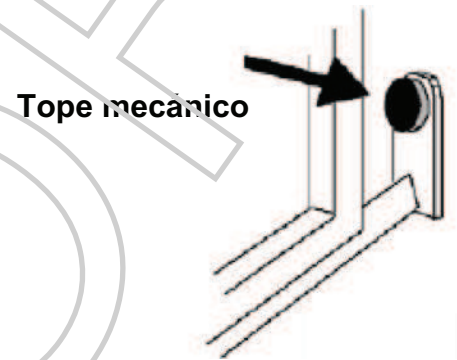
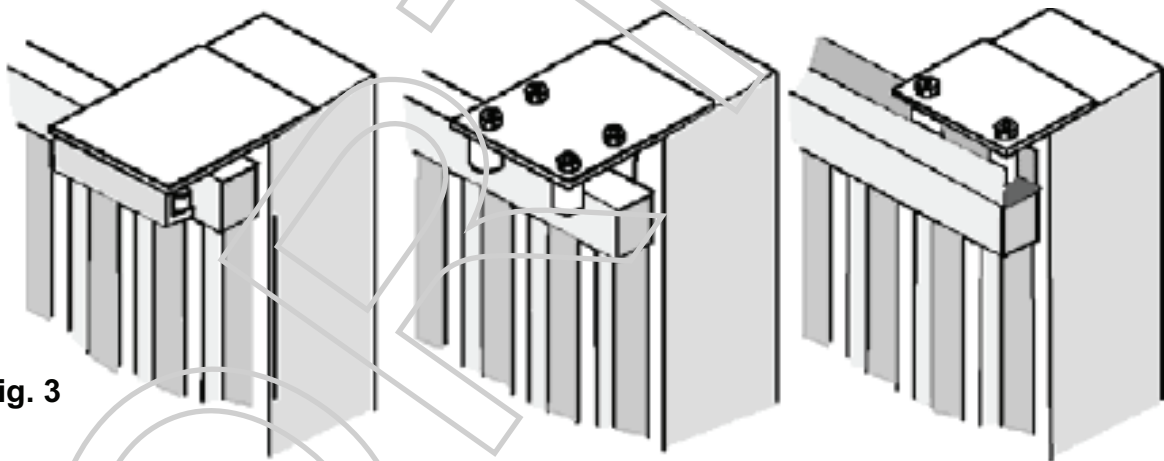

Fig. 2
Fig. 3
- Antes de proceder al montaje del automatismo controlar el buen funcionamiento de la cancela. Asimismo es conveniente verificar que la guía de desplazamiento a tierra ( **Fig. 1** ) no presente malformaciones, que se encuentre perfectamente nivelada y que el tope mecánico en apertura esté presente ( **Fig. 2** ), para evitar que la cancela salga de las guías superiores ( **Fig. 3** )
Verificar que la guía de desplazamiento superior ( **Fig. 3** ) esté fijada firmemente y que la cancela se desplace libremente.
Fijar firmemente la cremallera en la cancela, dejando una distancia de 2 a 3 mm. desde el piñón del motor (**Fig.2**).
Fijar las placas (Levas **G**) de Final de Carrera del motor en la cremallera (**Fig. 3**)